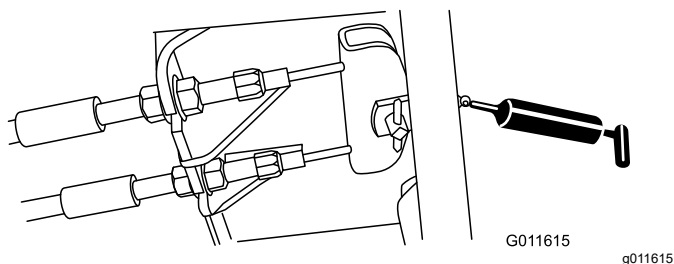

Рисунок 35
- Педаль тормоза (1 шт.) — Рисунок 35